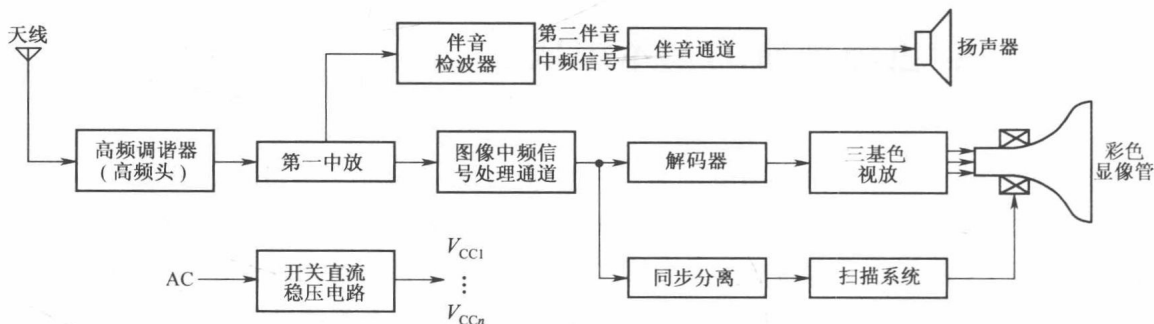

图 1-3 彩色电视接收机功能框图之二
(2) 在第一中放后分离第一伴音中频信号,然后将图像中频信号与第一伴音中频信号进行差频,从而获得第二伴音中频信号。这种信号处理方式的优点是对中放电路要求较低,但电路结构较复杂,电路功能方框图如图 1-3 所示。